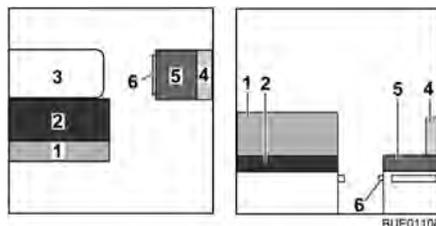

Fig. 121 Avant la transformation
- Convertir la table (Fig. 121,3) en sommier de lit (voir paragraphe 6.10).
- Enlever le coussin de dossier (Fig. 121,1) et le placer de côté.
- Enlever et mettre de côté le coussin de dossier (Fig. 121,4) et le coussin d'assise (Fig. 121,5).